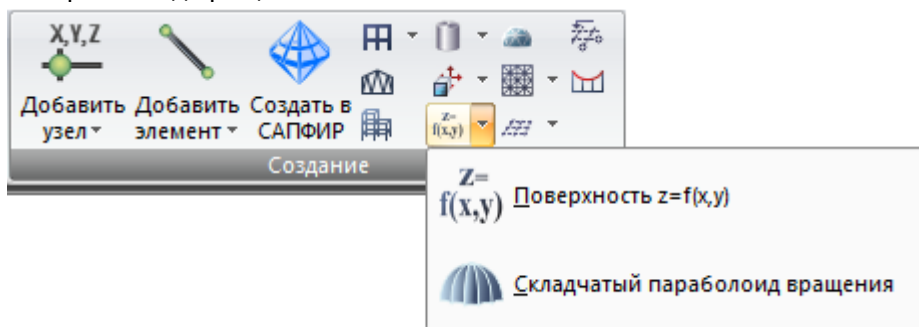

Рис. 24. Раскрывающийся список **Создание поверхностей**
**Создание поверхностей** (рис.24) – раскрывающийся список с заменой, содержащий операции по созданию поверхностей по заданной формульной зависимости: